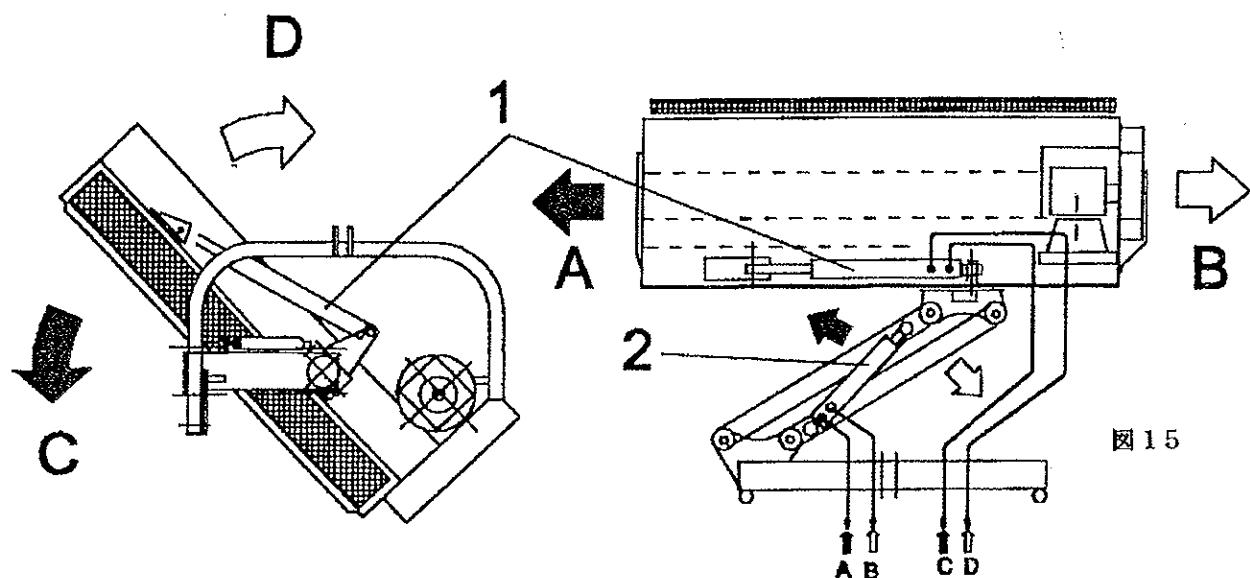

図15
- 油圧ホースをトラクターに接続します。常に正しい接続ができるように、ホースに目印などをつけておくことをお勧めします。（接続は図15参照して下さい。）